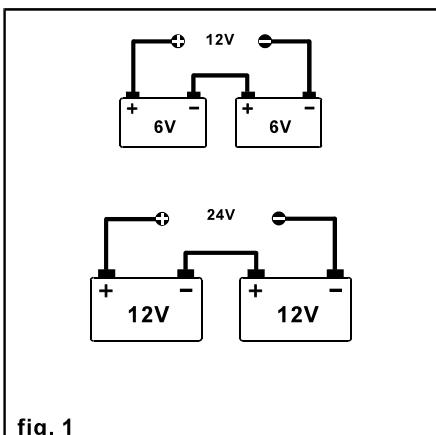
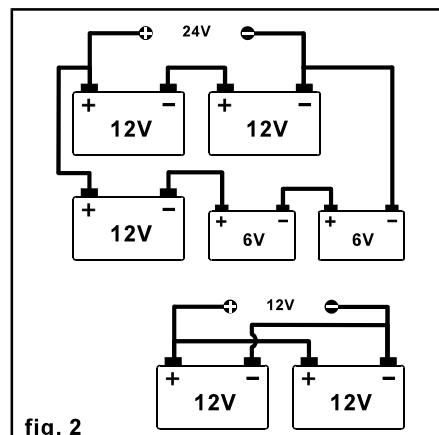

fig. 1
fig. 2
Tendo que carregar mais de uma bateria contemporaneamente, quando for possível, deve-se escolher a ligação em série (fig. 1). No caso de ligação paralela (fig. 2) a corrente de carregamento de cada bateria é dada pela corrente medida pelo instrumento (amperímetro) do carregador de baterias dividido pelo número de baterias em paralelo. Baterias sulfatizadas, com elementos estragados ou em curto-circuito, dão indicações erradas do amperímetro do carregador de baterias.
- As baterias devem ser carregadas com as tampinhas um pouco abertas (fig. 1).
- O nível do electrolito deve estar alguns milímetros acima dos separadores (fig. 2).